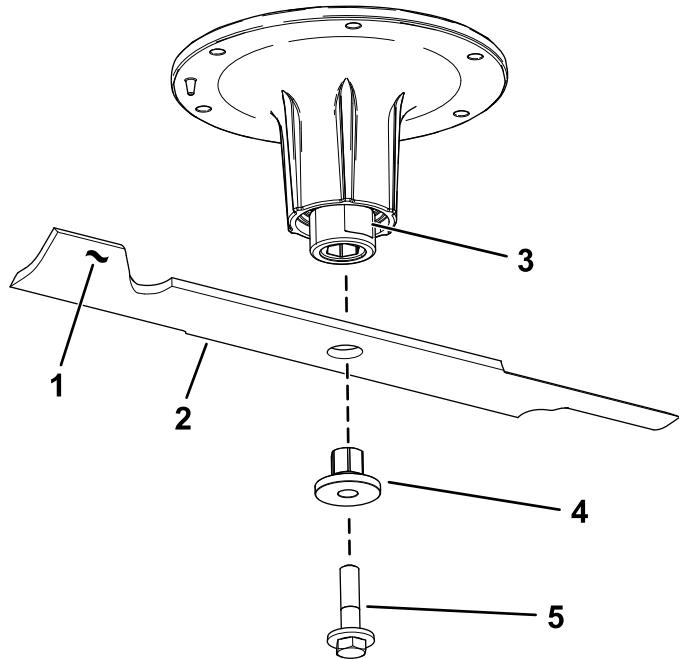

Рисунок 70
2. Вийміть болт ножа, втулку та ніж з вала шпинделя (Рисунок 70).